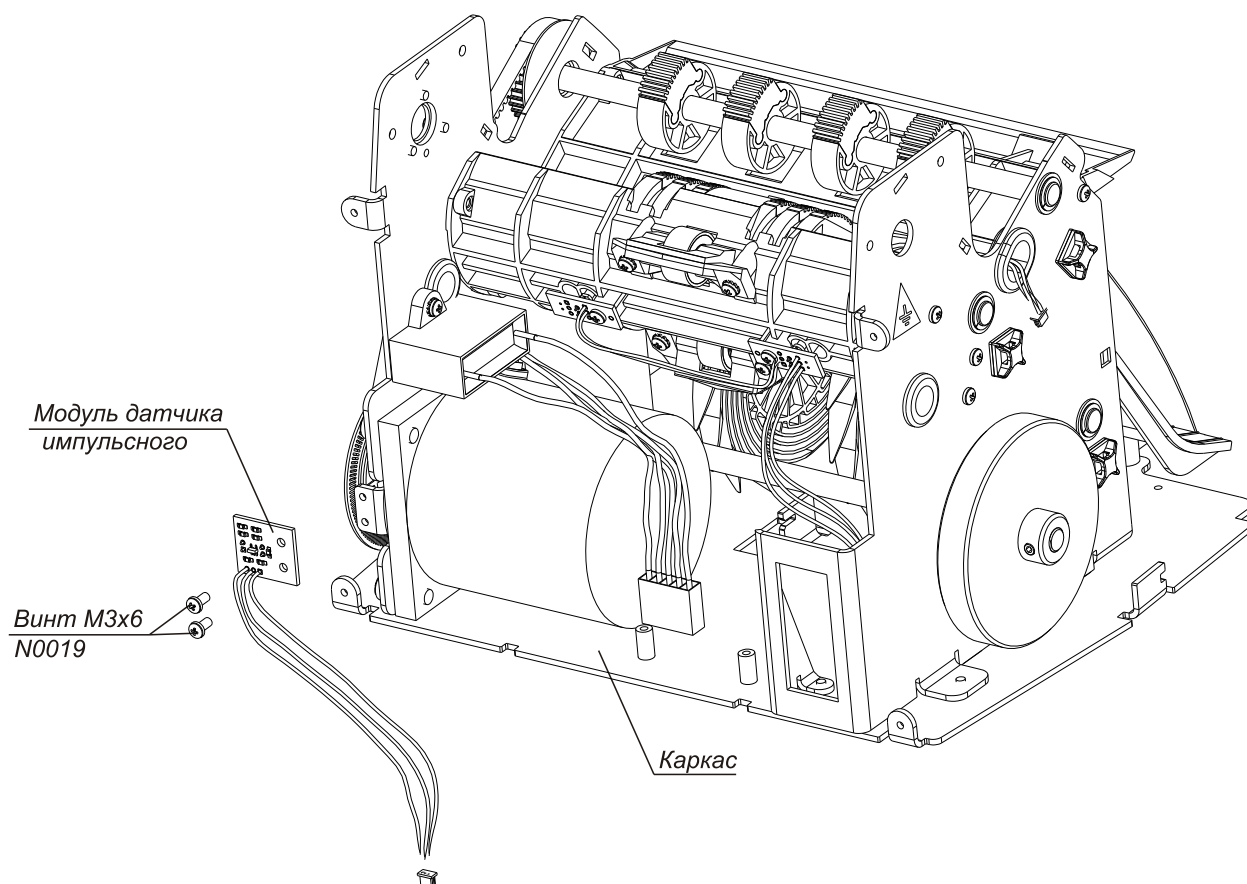

Рис. 21
2. Вывинтите два винта М3х6 N0019, прижимающие модуль датчика импульсного к каркасу (Рис. 21).